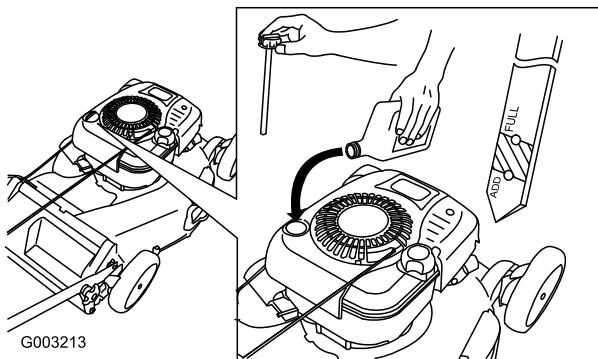

Figura 37
- Vierta **lentamente** aceite en el tubo de llenado hasta que el nivel llegue a la marca **Full** de la varilla (Figura 37). **No llene demasiado.** (Capacidad máxima: 0,77 l, tipo: SAE 30W, aceite detergente con clasificación de servicio API SF, SG, SH, SJ, SL o superior.)